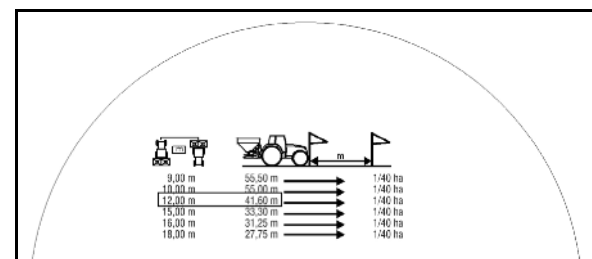

Bild 70
4. Mät upp den exakta mätsträckan på åkern. Märk ut start- och slutpunkten (Bild 70).